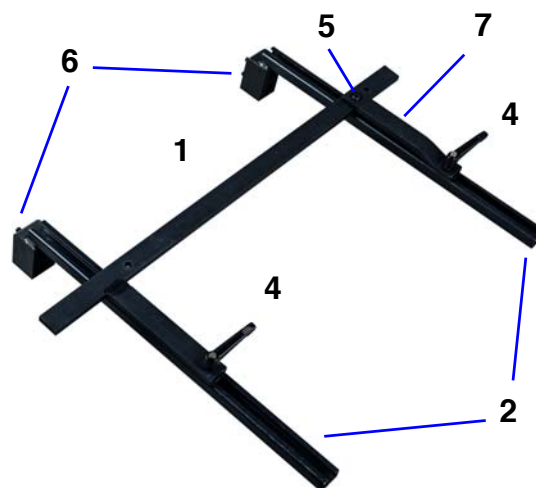

Abb. 9: Hinteranslag im zusammengebauten Zustand
Schritt 7: Befestigen Sie das gebogene Verbindungsstück 7 (Abb.9) mit Hilfe der kleinen Schraube 5 (Abb.9) in der Gewindebohrung im Knotenpunkt des Winkelauslegers (Abb.10).